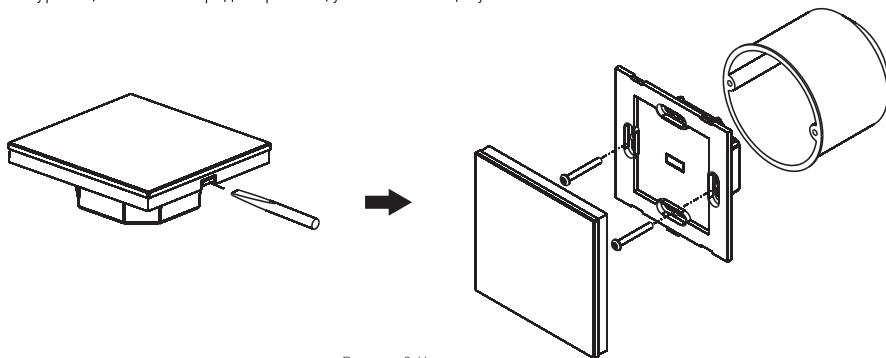

Рисунок 2. Установка панели.
- 3.8. Установите панель управления на место (см. рисунок 2):